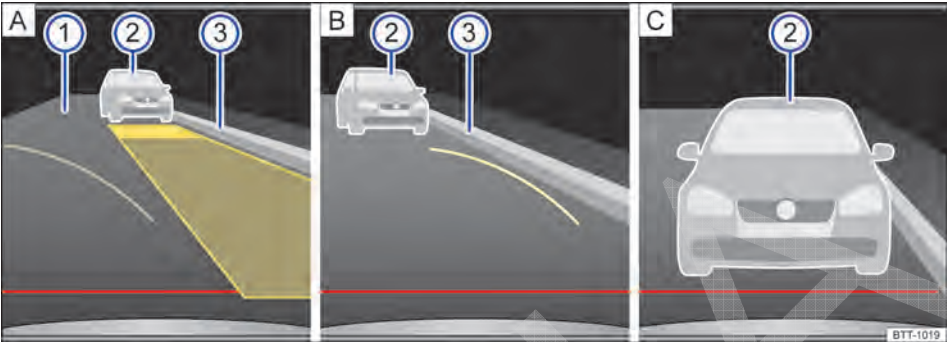

Fig. 161 Exibição do display do rádio ou do sistema de navegação: câmera de marcha à ré, modo 2.
Legenda para a representação esquemática Fig. 161:
6.	Se necessário, corrigir a posição o veículo, de modo que a superfície de auxílio amarela exibida coincida com a limitação lateral ③ da vaga selecionada (por exemplo, meio-fio) e termine antes de uma limitação traseira ②, por exemplo, um veículo estacionado ⇒ Fig. 161 A.
9.	Para o veículo quando a guia amarela curva encostar na limitação lateral ③ da vaga de estacionamento desejada B e girar o volante até o batente no sentido oposto.
10.	Continuar lentamente em marcha à ré até o veículo estar paralelo à pista ① na vaga de estacionamento.
11.	Parar o veículo o mais tardar ao atingir a guia vermelha horizontal de limitação traseira, por exemplo, veículo estacionado ② C.